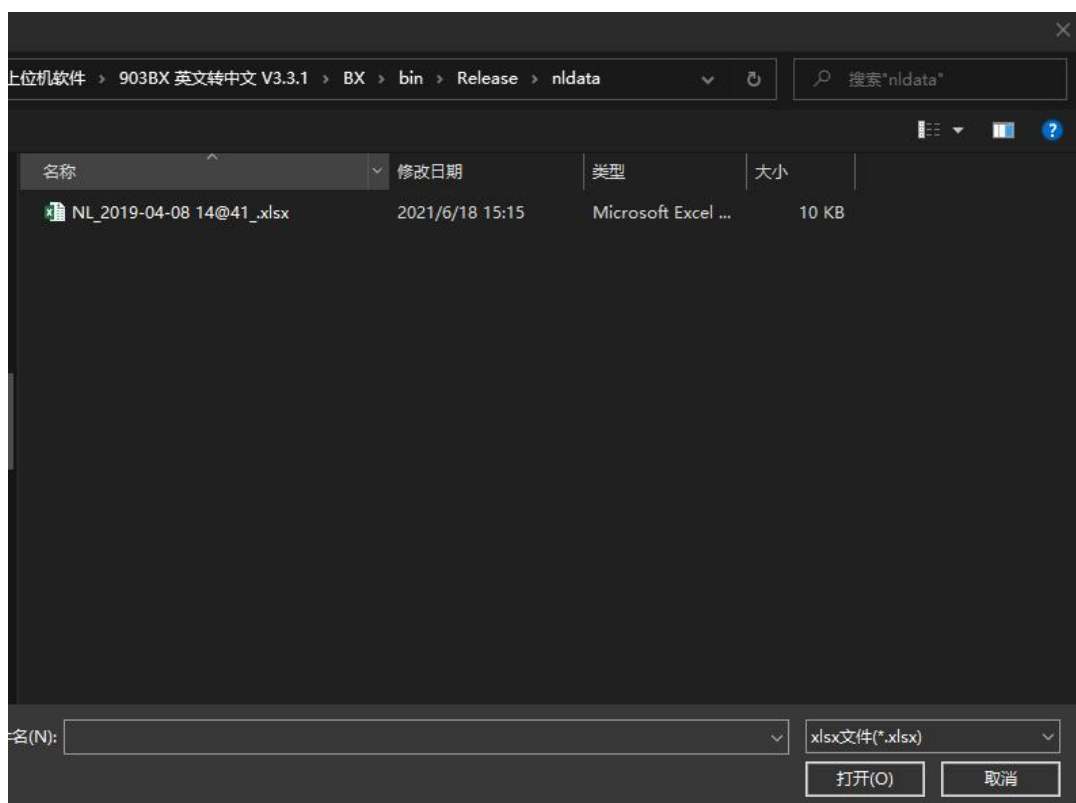

图 4.60 短路阻抗数据读取界面
(1) 图 4.54 所示界面, 点击“读取数据”, 软件自动跳转到 **nldata** 文件夹, 如图 4.60 所示, 选择所需要读取的文件, 然后点击打开, 可读取多个数据 (一次读取一个数据), 数据读取成功后如图 4.61 所示, 点击下拉菜单, 切换读取的数据。